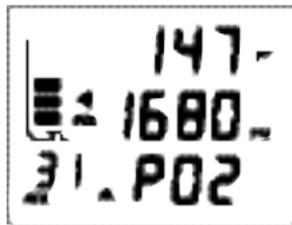

Fig. 86 - Affichage principal PO2 élevée
- > La mention PO2 remplace le temps de plongée restant (en bas à droite) et la flèche Remonter apparaît fixe sur l'écran principal (Fig. 86) en signe d'avertissement.